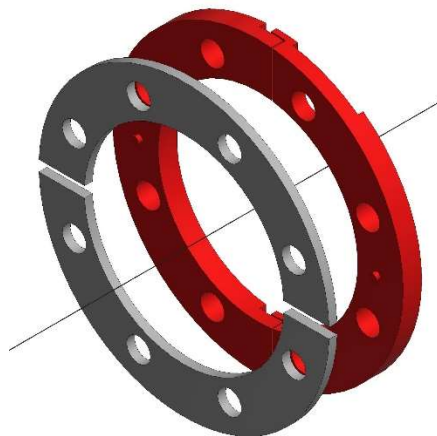

Abbildung 8: Ausrichtung des Druckringes und des Isolierringes
- Die Druckringe bestehen aus 2 gleichgroßen Bauteilen. Sie sind um 90° versetzt zu den Isolierringen zu montieren (siehe Abbildung 8). Die Druckringe übertragen die Flächenpressung der Schraubenkräfte auf die Isolierringe und dürfen in keiner Weise verändert werden.